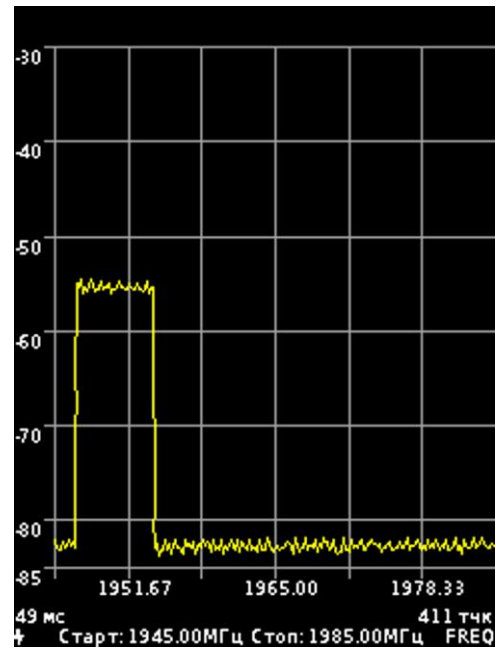

Рисунок 8.5.4 – Измерение в дополнительном режиме «Трасса Среднее»
8.5.2.3. В дополнительном режиме «Трасса» при выборе типа измерений «Среднее», происходит отображение усреднённых значений сигнала на экране (Рисунок 8.5.4). Дополнительно в окне **Длина буфера** устанавливается число измерений (8,16 или 24) используемых для вычисления среднего значения.